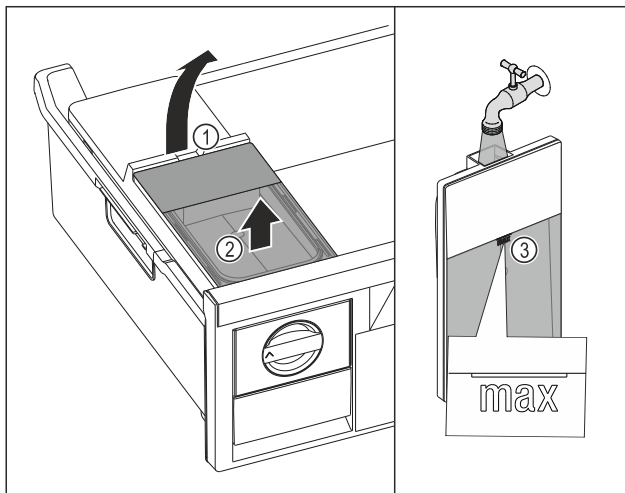

Fig. 121
- ▶ Nádržku na vodu nadvihnite za vybranie Fig. 121 (1).
- ▶ Nádržku na vodu odoberte nahor. Fig. 121 (2)
- ▶ Nádržku na vodu naplňte pitnou vodou po značku Fig. 121 (3).